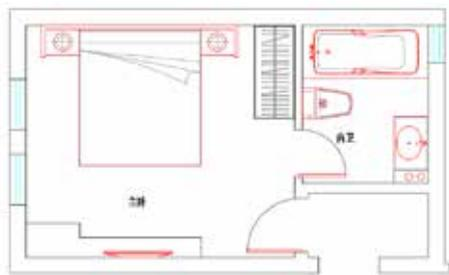

图 2-23
STEP 23 执行“多行文字”命令，绘制房间名称。至此，卧室平面布置图绘制完毕，如图 2-23 所示。